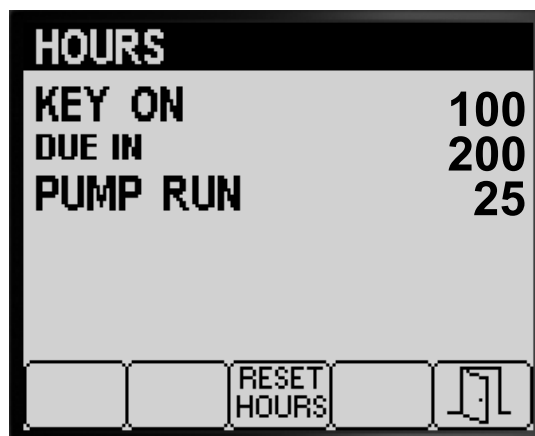

Рисунок 81
3. Используйте информацию по счетчику (Рисунок 81), отображенную на этом экране, чтобы определить следующее:
4. Для сброса информации на всех счетчиках часов наработки нажмите кнопку 3 (Рисунок 81).
5. Нажмите кнопку 5, чтобы выйти из экрана HOURS (ЧАСЫ НАРАБОТКИ) и вернуться на экран SERVICE (ОБСЛУЖИВАНИЕ) (Рисунок 81).